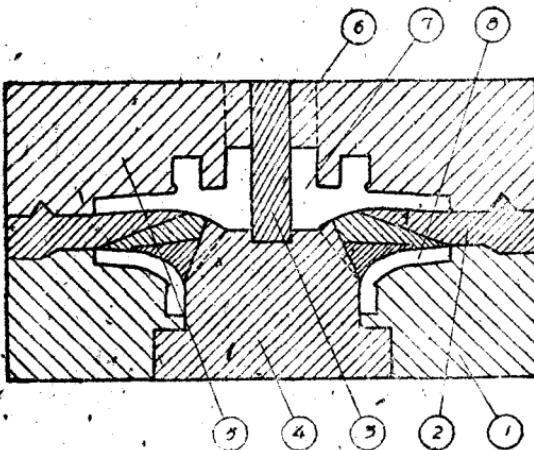

图 6
注意在車制石膏模型时，每次石膏模型部件車成后，不要取下，就在其表面上塗刷肥皂水。然后再将第二步需要的石膏澆上，按次車制，直至全部車制完毕后然后拆开。为了使模型尺寸正确，应用各种預制的样板隨時校正。在每层模型相吻合的面上，应車有各种形状雌雄的沟槽，例如三角形、錐形或其他形状（參見图6），以便吻合时，雌雄沟槽密合，不致差錯而影响坯体尺寸的正确性。
叶轮模型分上、中、下三层。中层即叶瓣部份，分成六块。为了使模型可以脱出泥坯，每块又分成三层，见图6。①一下层模型；②一中层模型；③一心子；④一底心子；⑤一上层模型；⑥一浇口；⑦一上层模样；⑧一下层模样。